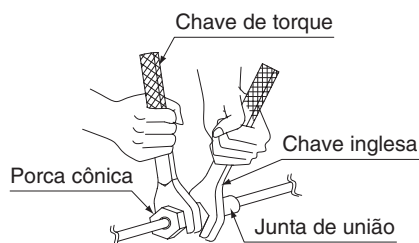

Fig. 4
(1) Conecte a tubulação.
- Ao conectar ou desconectar a tubulação da unidade, certifique-se de usar duas chaves inglesas e duas chaves de torque. (Consulte a Fig. 4)